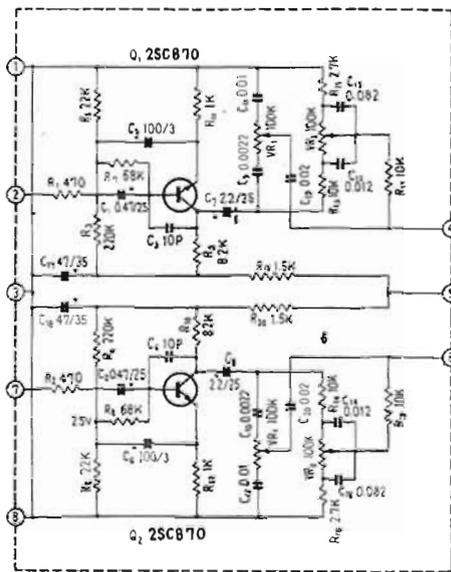

Fig. 3
b) Le correcteur de tonalité (Fig. 3).